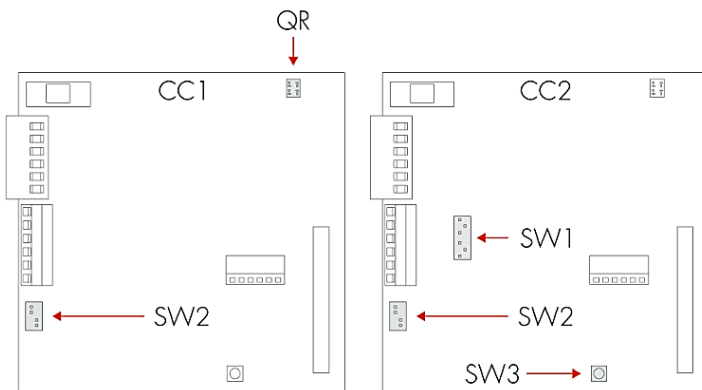

Abb. 8 Aufbau Leiterplatten
DIP Switch SW2 befindet sich auf der unteren Seite bei beiden Platinen CC1 und CC2, Abb. 8.
7. Tragen Sie die Seriennummer in das Übergabeprotokoll ein. Entnehmen sie diese dem Aufkleber mit dem QR-Code an der rechten oberen Ecke der Leiterplatte, siehe Abb.8.